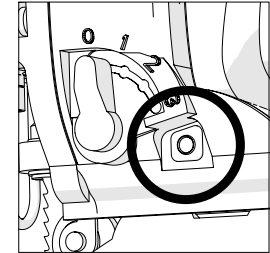

Abb. 12
- Den 'Gebläse'-Schiebeschalter ganz nach rechts (vom Bediener aus gesehen) schieben (Abb. 12)